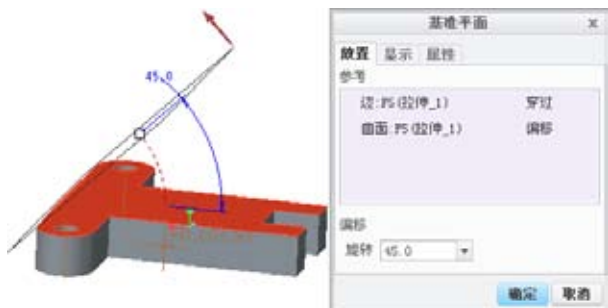
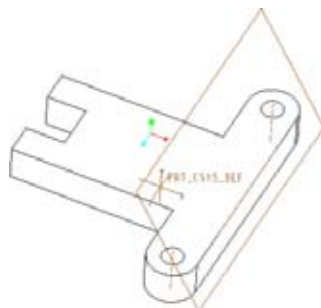

图3-113 选择参考
图3-114 创建基准平面DTM1
- 02 根据系统提示，按住Ctrl键，在绘图区内选取A\_3轴和上表面，设置旋转角度为45°，如图3-113所示。单击【确定】按钮，完成基准平面DTM1的创建，如图3-114所示。